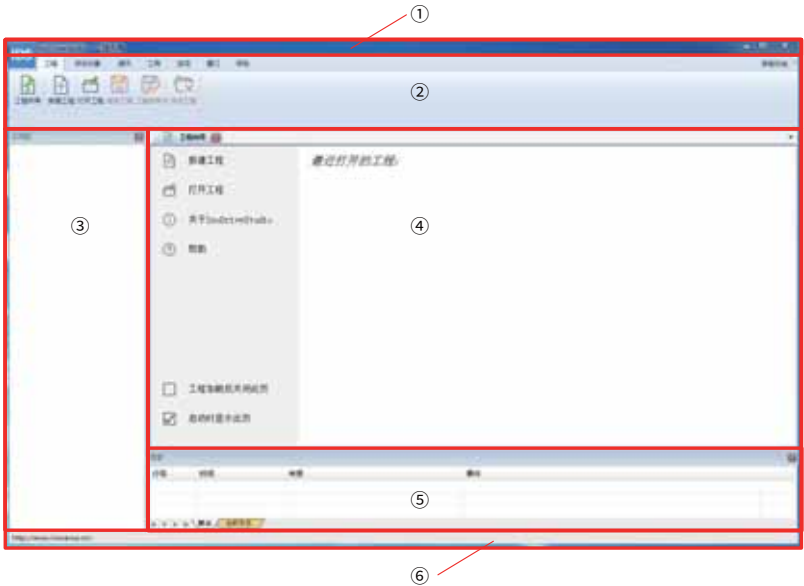
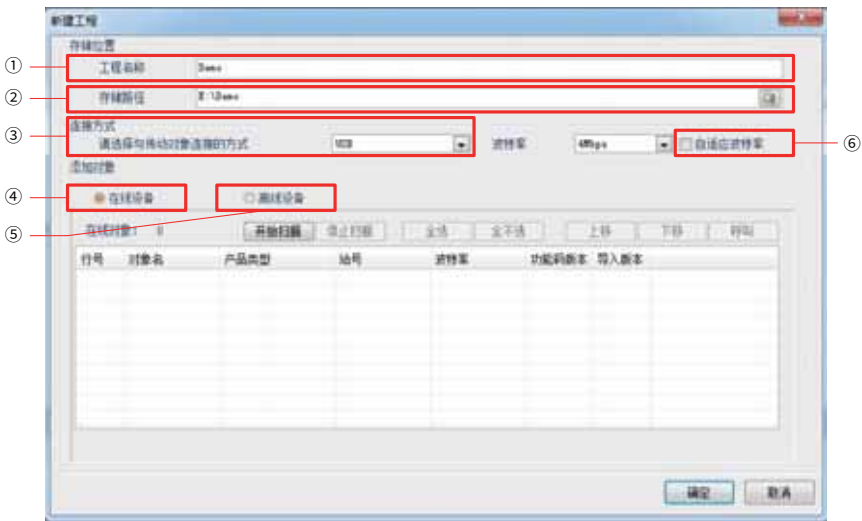

图 4-10 开始界面
图 4-12 新建工程页面
1) 参考图 4-10，按照“工程”→“新建工程”的顺序新建在线工程，弹出如图 4-12 所示的对话框：